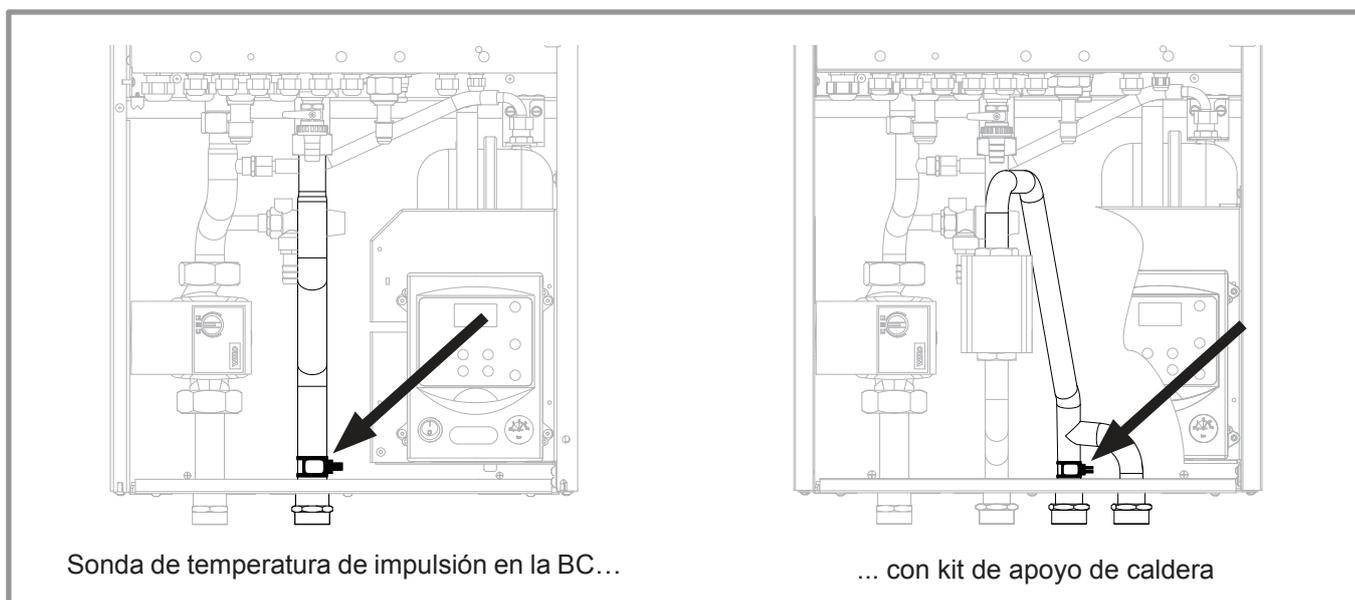

figura 5 - Posición de la sonda de temperatura de impulsión
- **Fijar la sonda de impulsión** en el tubo de impulsión de instalación (ver figura 5, página 5).